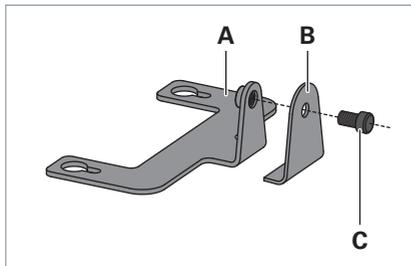

Fig. 8: Montaggio della staffa.
- ▶ Montare la staffa collegando l'angolare **A** e l'angolare **B** con la vite **C**, vedi Fig. 8.